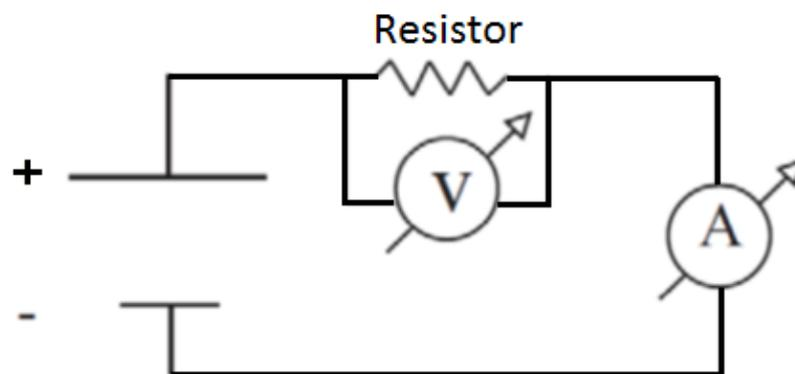

Figura 3: Esquema de ligação do circuito com resistor da experiência de 1ª Lei de Ohm.
- i. Monte o circuito de acordo com a Figura 3, seguindo os procedimentos de segurança aprendidos na aula anterior. Muita atenção para a inserção dos instrumentos. A colocação do amperímetro equivocadamente em paralelo no circuito levará a sua queima.